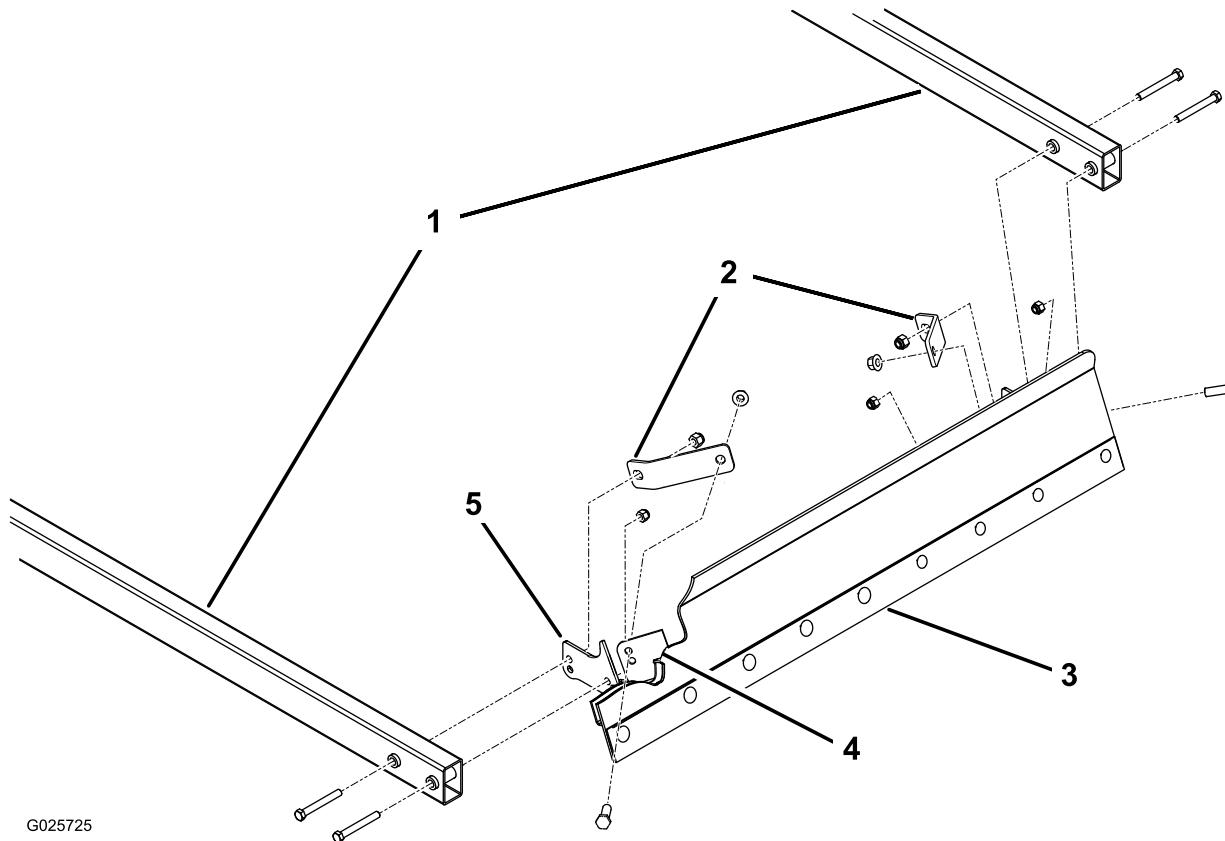

图 12
注意 如图 12 所示调整撑板位置。
2. 使用 4 个螺栓 $\frac{3}{8}$ x 3 英寸和 4 个锁紧螺母 $\frac{3}{8}$ 英寸将提升臂的前部松散地固定到刀片安装支架和撑板上请参阅图 12。
3. 将刀片放在水平面上拧紧将提升臂固定到刀片的紧固件图 12。